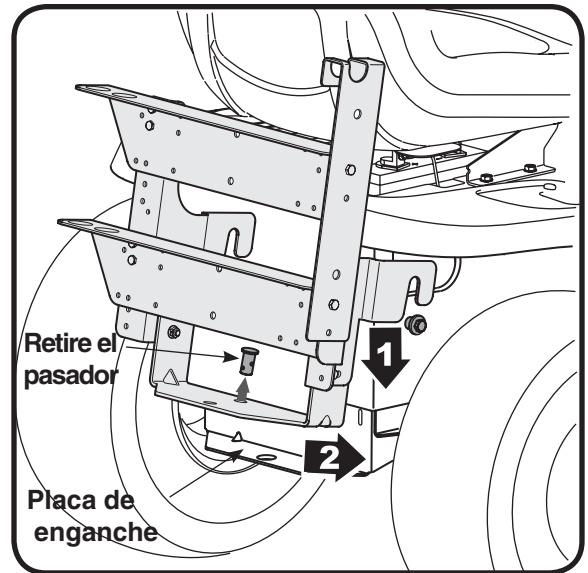

Figura 5
2. Retire el broche de horquilla y el pasador de horquilla de la parte posterior del conjunto del soporte de montaje. Vea la Figura 5.
3. Coloque los extremos enganchados del conjunto del soporte por encima de los pernos con reborde (1). Gire hacia adentro la parte inferior del conjunto del soporte hacia abajo y hacia adentro (2) por encima de la placa de enganche y alinéela con el orificio de la placa de enganche. Vea la Figura 5.